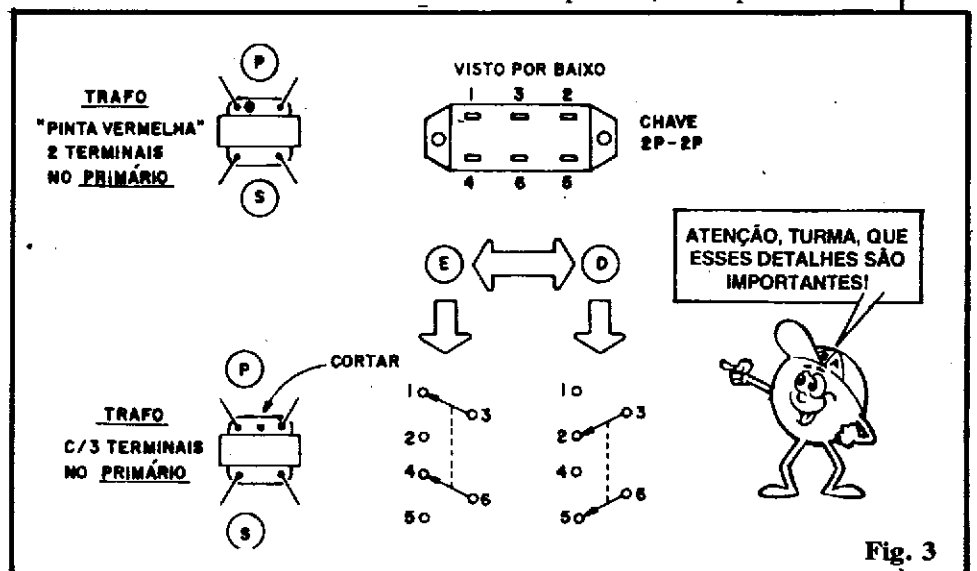

Fig. 3
- **FIG. 3** - Detalhes e considerações sobre o transformador e a chave. Conforme foi dito aí atrás, o transformador recomendado é um "Saída mini PINTA VERMELHA", cujo lado de baixo (por onde saem os terminais) é mostrado na figura (a pinta vermelha referencia o lado de onde surgem os terminais do **primário "P"**). Entretanto, se o Leitor/Aluno não